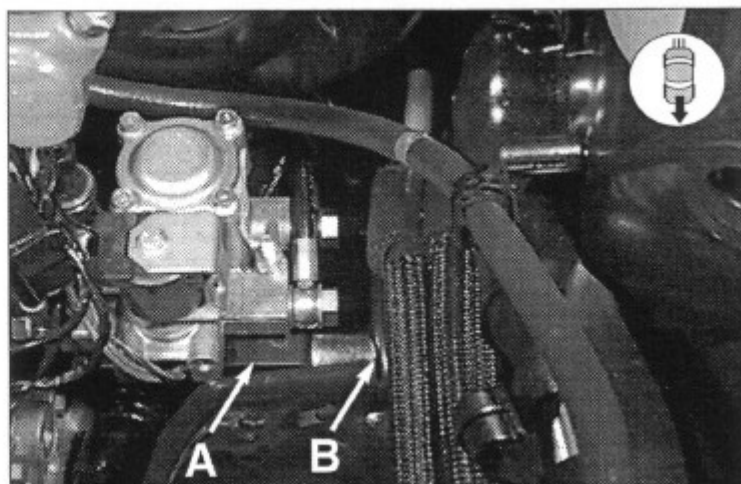

Fig 3
- Monter le support sur la tige fileté M8 (A) sur le support d'amortisseur gauche, fig. 3 (boulon M8x40 et fiche intermédiaire 25mm)